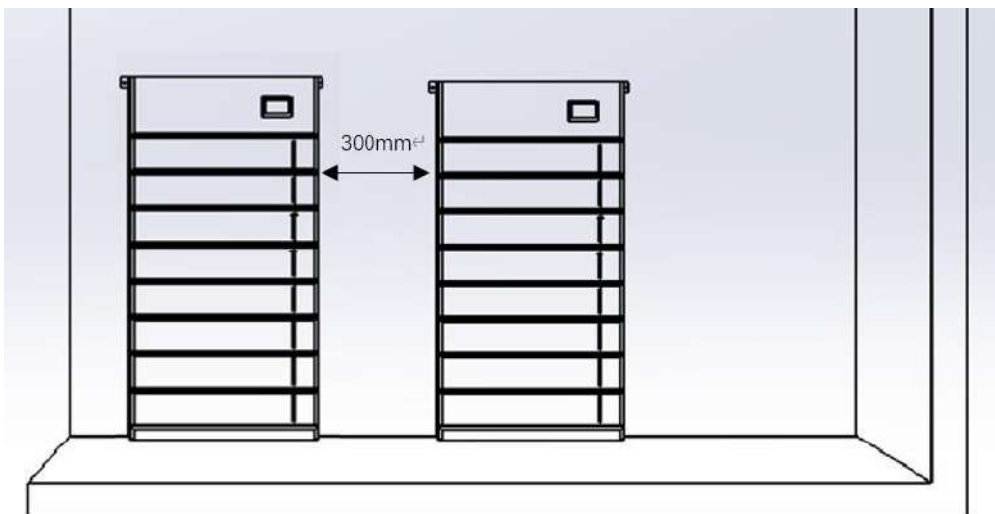

Figura 1
Questo prodotto è installato e utilizzato separatamente (senza contenitori e armadietti, prestare attenzione alla posizione della batteria quando la si posiziona e riservare un certo spazio attorno ad essa dopo averla posizionata contro il muro, altrimenti ciò influenzerà la capacità di dissipazione del calore del prodotto e, ridurrà le prestazioni di durata della batteria; Se questo prodotto viene utilizzato con contenitori e armadietti, installarlo rigorosamente in conformità con questo manuale ed è severamente vietato posizionarlo e fissarlo senza autorizzazione. La spaziatura di posizionamento del prodotto è dettagliata nella Figura 1 , seguire rigorosamente le istruzioni nella figura per l'installazione.
- (1) Si prega di riservare un po' di spazio attorno alla batteria come mostrato nella Figura 1 per consentire alla batteria di dissipare il calore.
- (2) Lo spazio sopra la batteria deve essere superiore a 300 mm.
- (3) Lo spazio riservato ai lati sinistro e destro della batteria deve essere maggiore di 200 mm, ma si consigliano 300 mm.
- (4) Lo spazio davanti alla batteria deve essere maggiore di 500 mm.